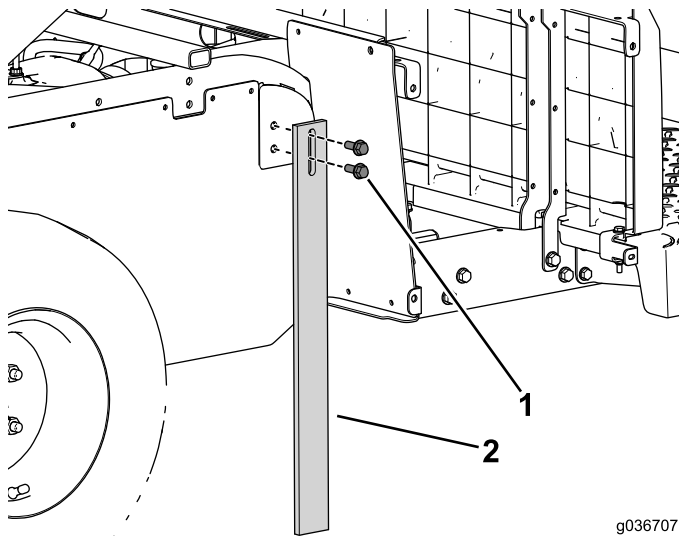

Figura 63
1. Instale la pata de apoyo en la máquina (Figura 63).